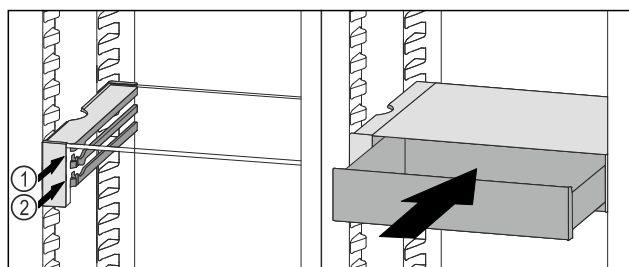

Fig. 146
- ▶ Założyć szufladę VarioSafe za stoperami na wybranych żebrowaniach Fig. 146 (1) lub Fig. 146 (2).